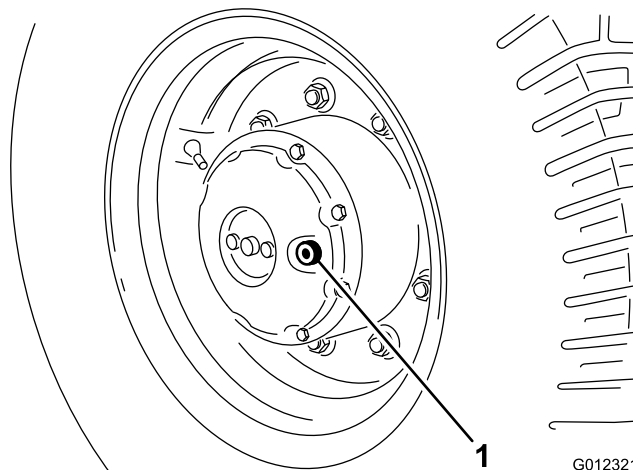

Figure 37
1. Garez la machine sur une surface plane et horizontale en plaçant l'orifice de contrôle/vidange (Figure 37) à la position 3 ou 9 heures.